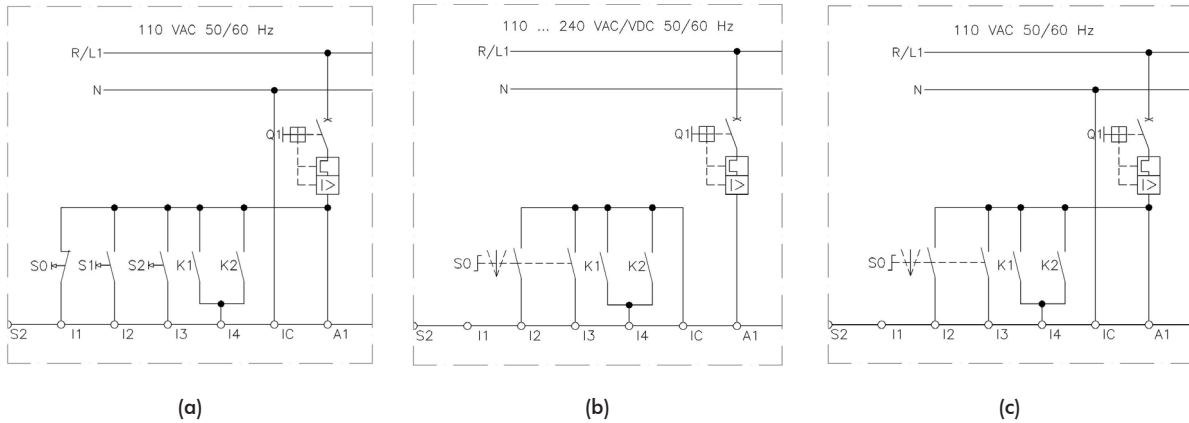

Figura 5.10 (a) - Detalle modificación para accionamiento utilizando entradas digitales en 110 Vac y accionamiento por Pushbutton (P230=1)
Para la unidad de control (UC) con entradas digitales en 110 Vca es destacada la modificación del esquema en la figura 5.10 (a). Para accionamiento a través de las entradas digitales (P229 o P232 = 0) en 24 Vcc, y en 110 Vca, utilizando lógica de control a dos cables (selector) (P230 = 0) son destacadas las modificaciones del esquema en la figura 5.10 (b) y (c).